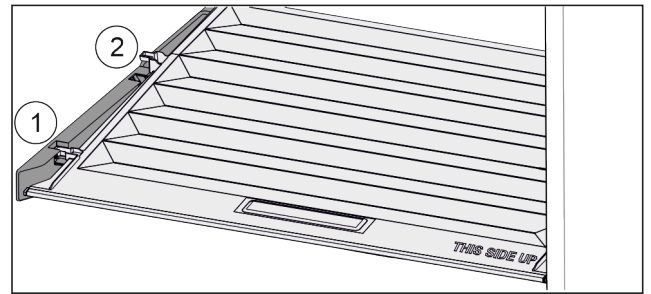

Fig. 45
- ▶ Deckel bis zur Öffnung in den Halteteilen nach vorne ziehen Fig. 45 (1).
- ▶ Hinten von unten anheben und nach oben wegnehmen Fig. 45 (2).